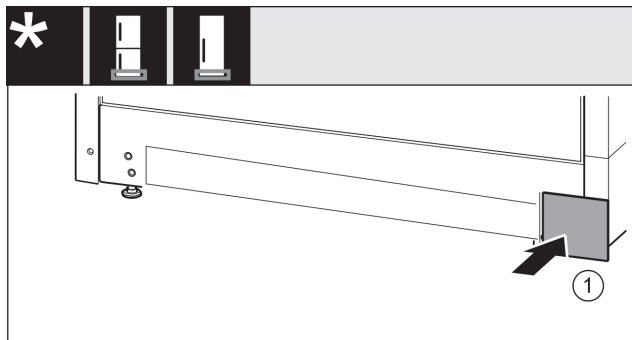

Fig. 17
- Ponovno natakните pokrov na drugu stranu. Fig. 17 (1)